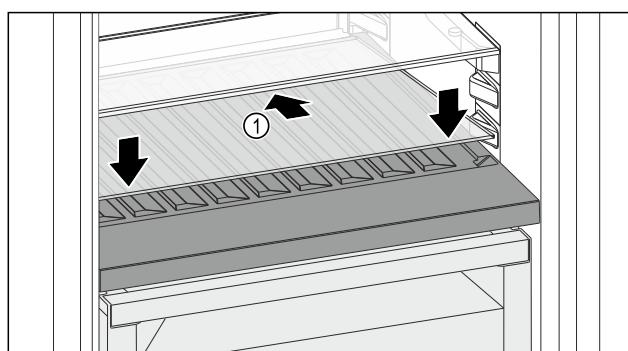

Fig. 144
- Glasplatte Fig. 144 (1) schräg und nach hinten unten geneigt ansetzen.
- Glasplatte Fig. 144 (1) vorne absenken.